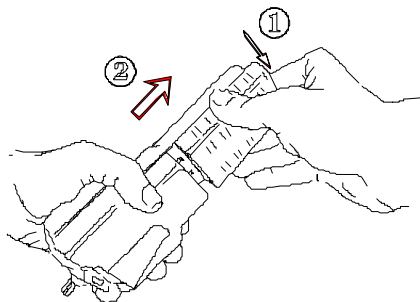

Figure 3.- Dégagement de la batterie.
La batterie est accessible de l'arrière de l'instrument. Pour débrancher la batterie, faire pression sur la flasque au bout de celle-ci (1) et entamer un écart entre la batterie et le corps de l'instrument (2). La batterie se séparera de son logement; la glisser en dehors, comme le montre figure 3.